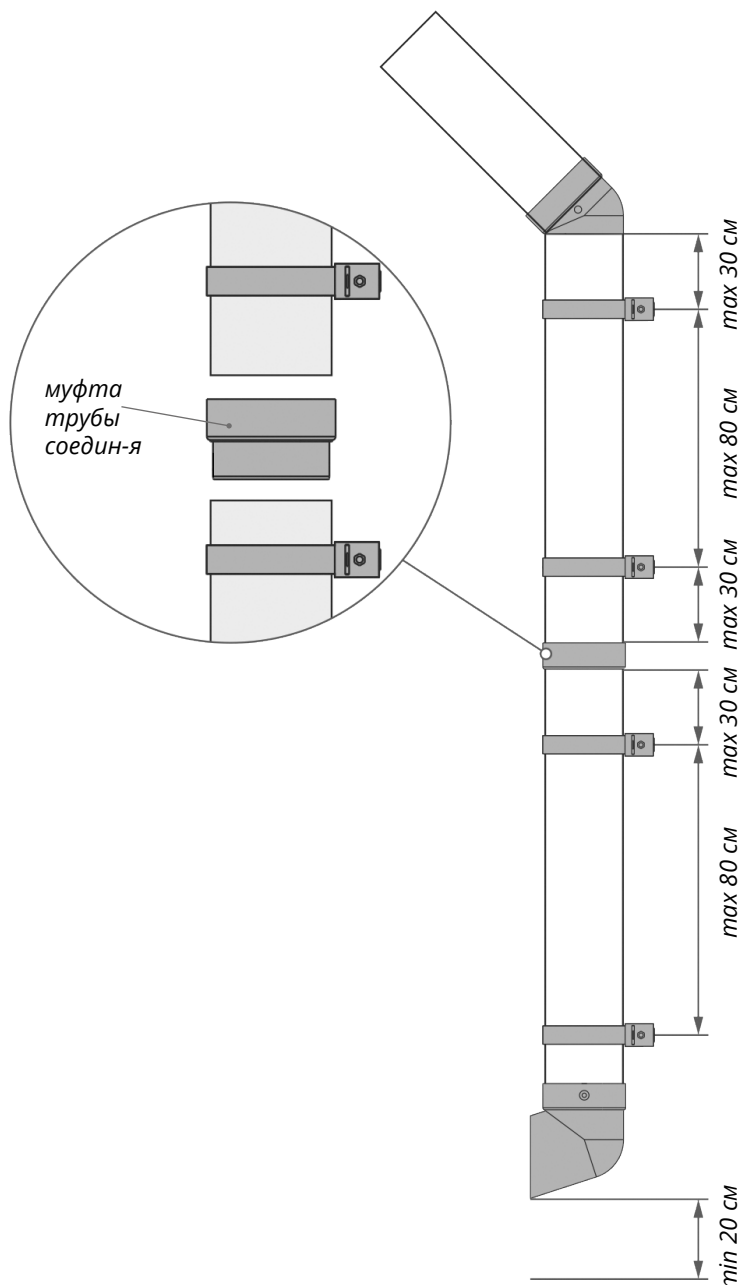

Рисунок 21
На одном отрезке трубы (рис. 21), должно быть смонтировано минимум два хомута. Расстояние между хомутами не должно превышать 80 см друг от друга. Расстояние между хомутом и фитингами трубы (колени 67°, 45°, соединительная муфта, сливное колено и т. д.) не должно превышать 30 см.
- Для соединения двух труб используйте соединительную муфту (рис.21).